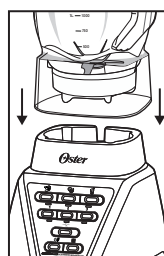

Fig. 18
6. Vire o copo e coloque-o sobre a base do motor (Fig. 18).